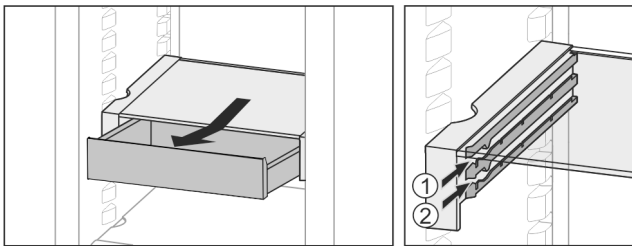

Fig. 38
- ▶ Insértelo a la altura deseada Fig. 38 (1) o Fig. 38 (2).